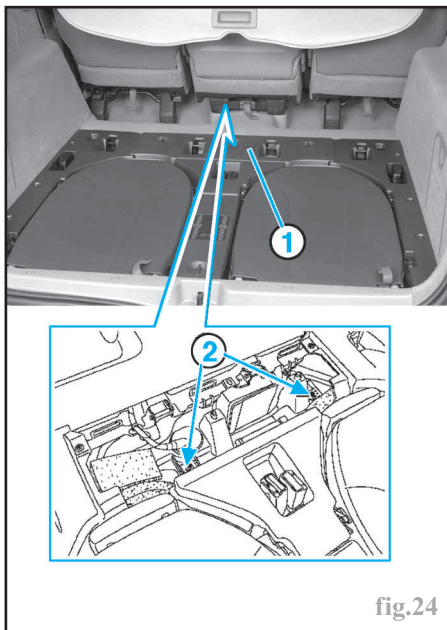
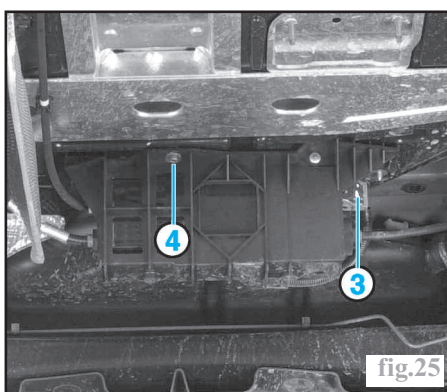

fig.24
fig.25
- dans le coffre, déposer la garniture de coffre (1) (fig.24),
- déposer les deux vis de fixation (2) du calculateur, après avoir enlever le kit de gonflage des pneumatiques si le véhicule en est équipé,
- débrancher le connecteur (3) du calculateur (fig.25),
- déposer la vis (4) de maintien du calculateur,